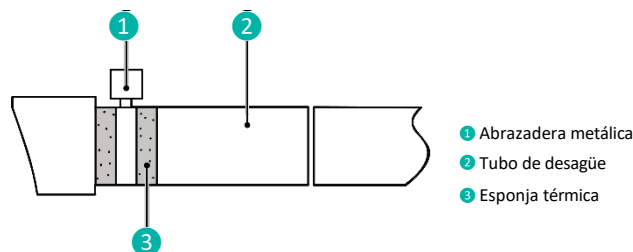

Fig. 4.3.2
- 1 Inserte el tubo de desagüe en el orificio de desagüe y fíjelo con cinta, tal y como se muestra en la Fig. 4.3.2. El modelo con bomba de agua se suministra con un tubo de desagüe, mientras que para los demás modelos deberá adquirir el tubo de desagüe por su cuenta.